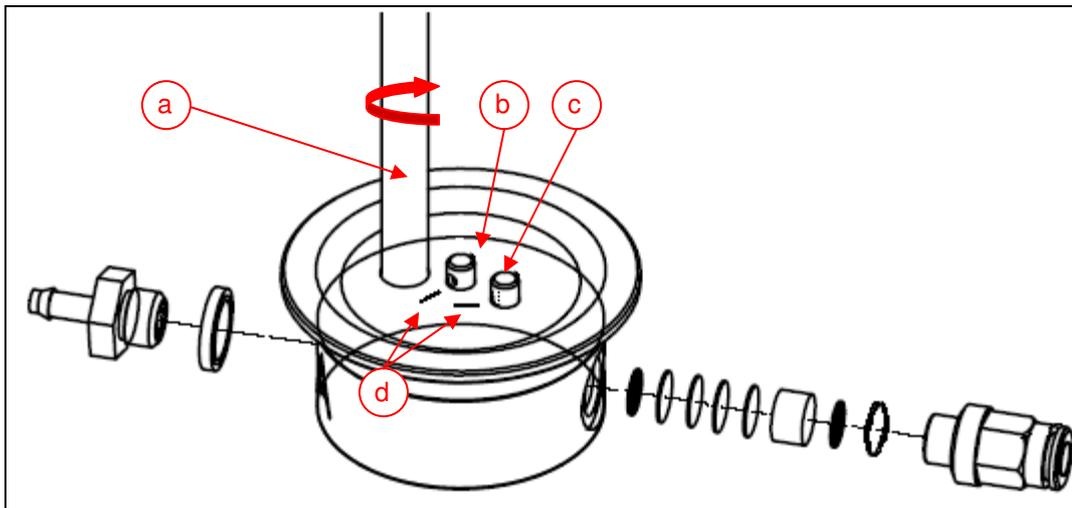

Abb. 8 Mischkammer
- Steigrohr (Abb. 8 a) aus der Mischkammer herausdrehen.
- Die Dosierdüse (Abb. 8 b) entweder mit einer Kombizange herausziehen oder vorsichtig in den Schraubstock einspannen und Mischkammer abziehen.
- Bei 25-70µm Tanks Wirbeldüse (Abb. 8 c) ebenfalls herausziehen.
- Beide (Abb. 8 b und c) sowie die Öffnungen der Mischkammer gründlich reinigen, Düsen mit dünnen Draht durchstechen. Alle Öffnungen müssen komplett durchgängig sein.
- Filter innerhalb der Wirbeldüse (Abb. 8 c) herausziehen und reinigen. Anschließend wieder einsetzen.
Die Öffnungen der Düsen gemäß den Markierungen auf der Mischkammer (Abb. 8 d) ausrichten.
- Steigrohr (Abb. 8 a) in die Mischkammer eindrehen.